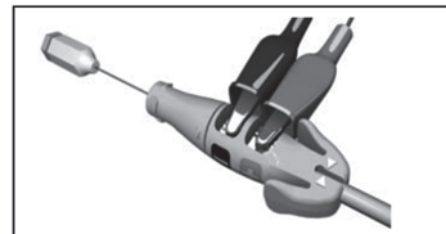

図4: PSAケーブルのコネクタツールへの接続
- (1) リードの電気的特性の確認は、PSA(本品に含まれない)を用いて、リードを「植込み型除細動器」に接続する前に行う。
- (2) リードをPSAに接続する。PSAのケーブルのワニロクリップをコネクタツールのスプリング接点(-)とスプリング接点(+ )にしっかり接続する(図4)。コネクタツールの使用により、ワニロクリップによるターミナル部の損傷及びターミナル接続部の橋絡を防止することができる。